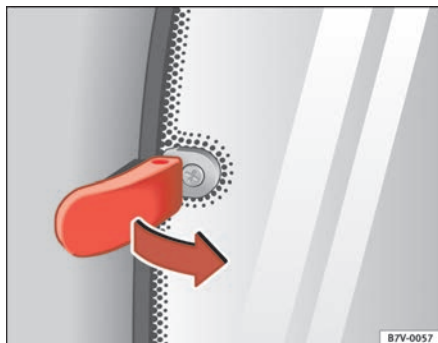

Abb. 65 Verriegelungshebel für mechanisches Ausstellfenster
- Ziehen Sie den Verriegelungshebel ⇒ Abb. 65 in Pfeilrichtung nach vorne und drücken Sie ihn gleichzeitig nach außen, bis er einrastet.